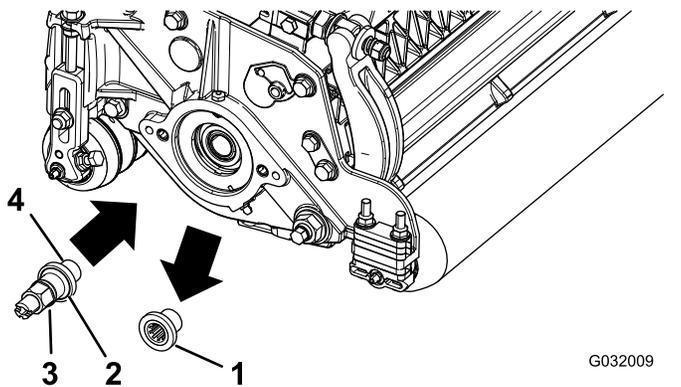

图 2
- 拆下并丢弃后滚筒刷驱动装置的滚刀组螺纹嵌入件 图 2。
- 在驱动轴螺纹 图 2 上涂抹防松螺纹油安装左驱动轴或右驱动轴上紧扭矩至 115128N·m。